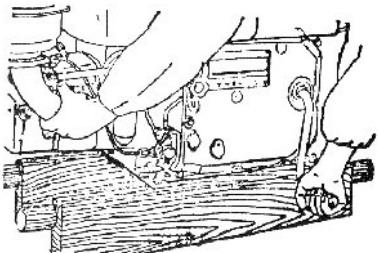

Fig. 8 - Dando partida no motor com a manivela.
(1) Posicione o botão do acelerador ao máximo para fornecer combustível suficiente para a partida.
(2) Pressione para baixo a alavanca de descompressão com a sua mão esquerda e com a mão direita encaixe a manivela e comece a girar acelerando gradualmente. Assim que a velocidade atingir o ponto máximo, solte de repente a alavanca de descompressão. Então o motor começa a funcionar.(Fig. 8).